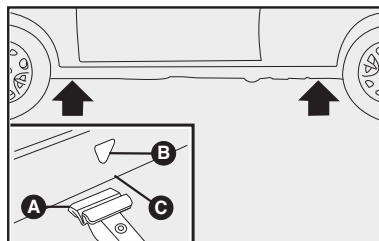

fig. 5
3) colocar o macaco onde está marcado o símbolos **B-fig. 5**, perto da roda a substituir, e certificar-se de que a ranhura A do macaco esteja bem encaixada na longarina **C-fig. 5**.